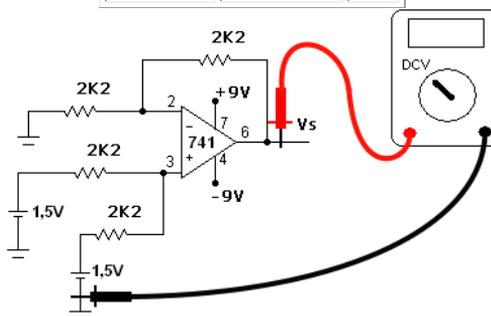
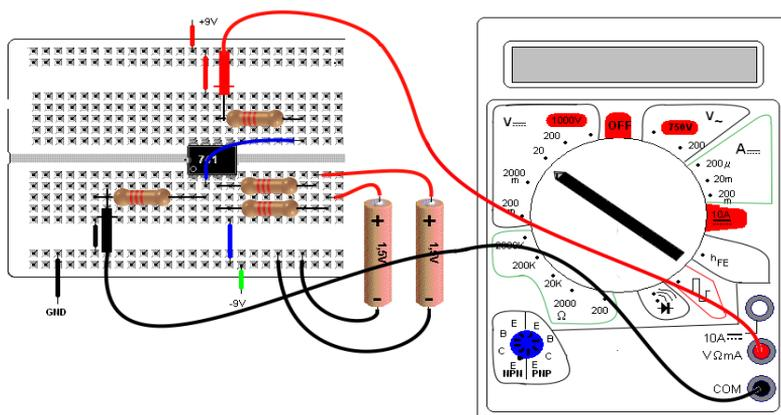

Figura 5 – circuito somador não inversor - parte experimental
Figura 6 – Amplificador somador não inversor - sugestão de *layout* na MP
- 4) Para o circuito da Figura 5, somador não inversor, calcule a tensão saída para cada uma das combinações das tensões de entrada da tabela 3.
- 5) Monte o circuito da Figura 5 na MP de acordo com sugestão de *layout* da Figura 6. Meça a tensão na saída para cada uma das combinações das entradas da tabela 4.